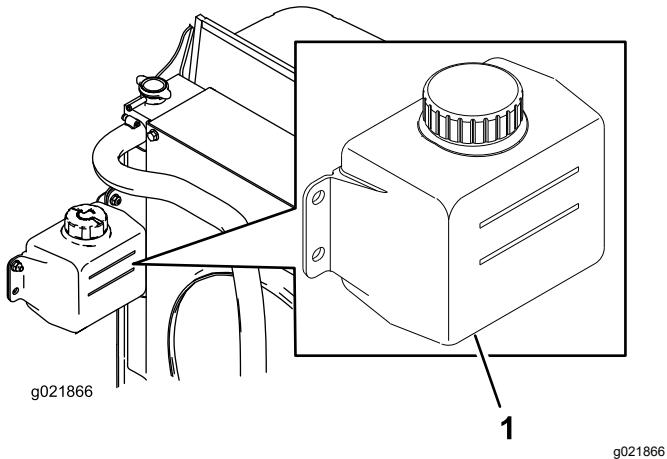

Bild 63
1. Prüfen Sie den Kühlmittelstand im Ausdehnungsgefäß (Bild 63).